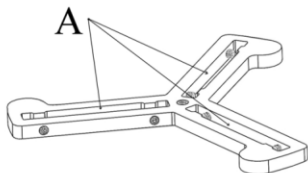

Рисунок 1
6.3. Выберите три параллельки одинакового размера, необходимого вам, и поместите их в продольные вырезы «А» упора (Рис. 1) так, чтобы их базисуемая плоскость лежала на ровной поверхности.